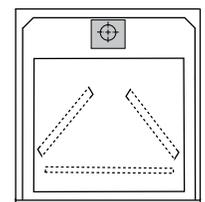

Figura 12
- 8 CONSTRUYA PLACAS DE PESO** si no se proporcionan, como se muestra en la figura 12. Las placas de peso distribuyen el peso de manera uniforme, lo que ayuda a evitar deformidades en el piso inclinado. También ayudan a asegurar que la resina epóxica se distribuya de manera uniforme y se adhiera bien tanto al piso de la ducha como al suelo.